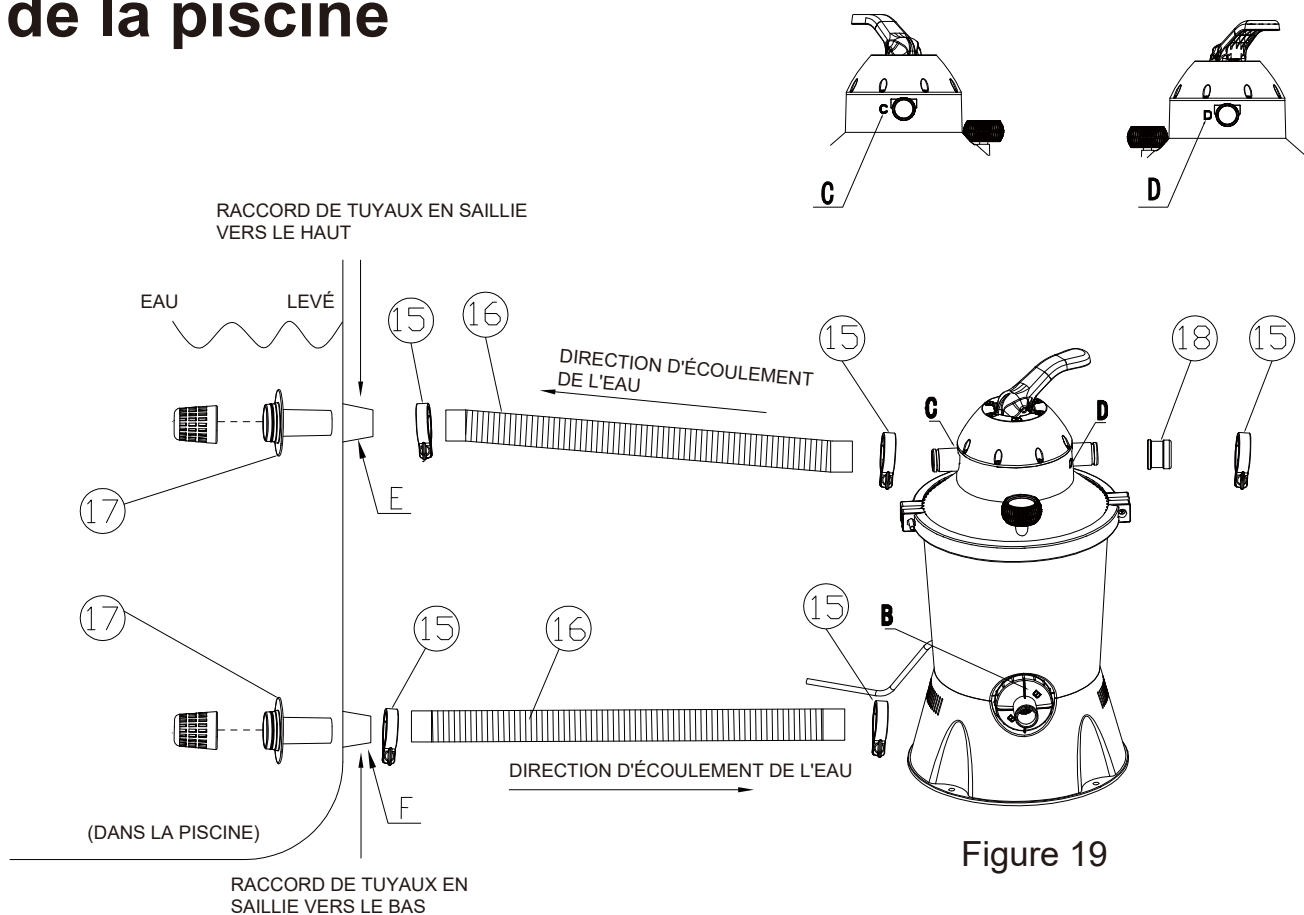

Figure 19
Étapes de l'installation : connectez le tube ondulé de $\Phi 32$ à la piscine et à la pompe du filtre à sable selon la Figure 19, et verrouiller le cerceau (15) dans le sens des aiguilles d'une montre avec un tournevis droit, puis la pompe du filtre à sable peut être mise sous tension et faire fonctionner le filtre à eau de la piscine après avoir été complètement assemblée.